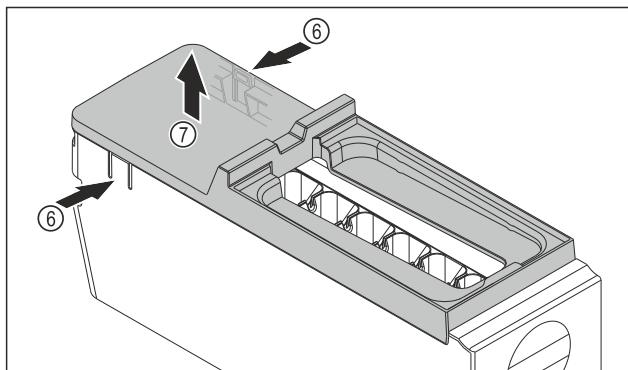

Fig. 142
- Снимите крышку корпуса EasyTwist-Ice: Надавите рукой на накладки Fig. 142 (6) с обеих сторон корпуса EasyTwist-Ice.
- Другой рукой снимите крышку Fig. 142 (7) по направлению вверх.